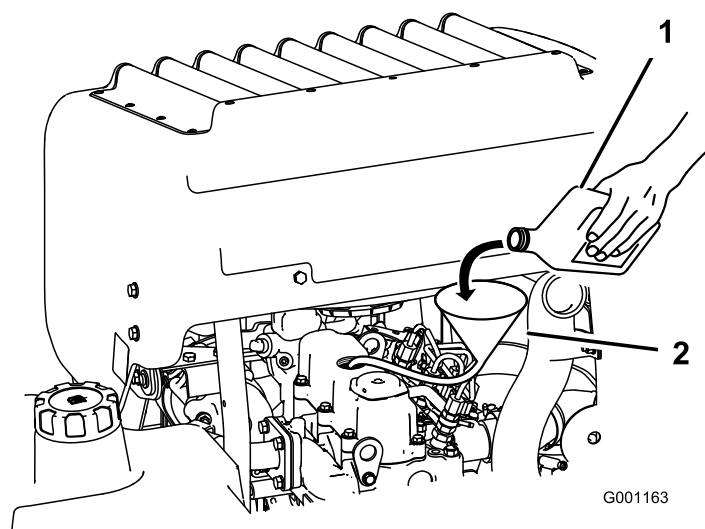

Figura 68
3. Utilizzate un tubo flessibile e un imbuto per aggiungere olio al motore (Figura 68).